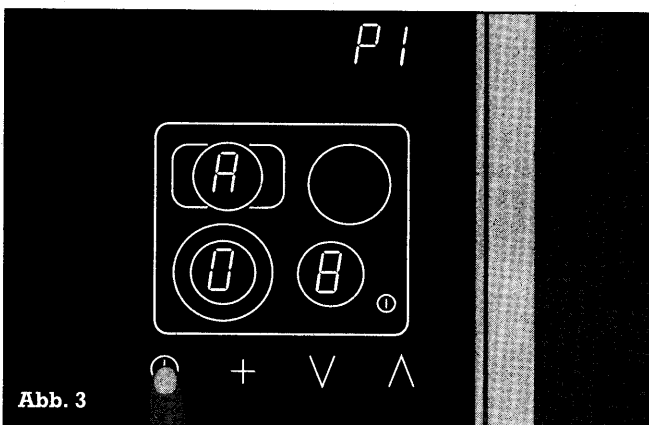

Abb. 3
- Berühren Sie das Symbol Timer $\odot$, um den Wert zu speichern. Es ertönt ein akustisches Signal und P1 leuchtet konstant (Abb. 3).